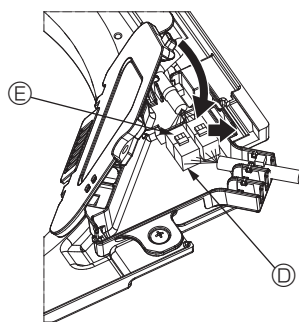

Fig. 10-9
- Închideți capacul cutiei de distribuție. La închiderea capacului cutiei de distribuție, culisați capacul în direcția indicată de săgeată și asigurați-vă că proeminența este introdusă ferm. (Fig. 10-9)